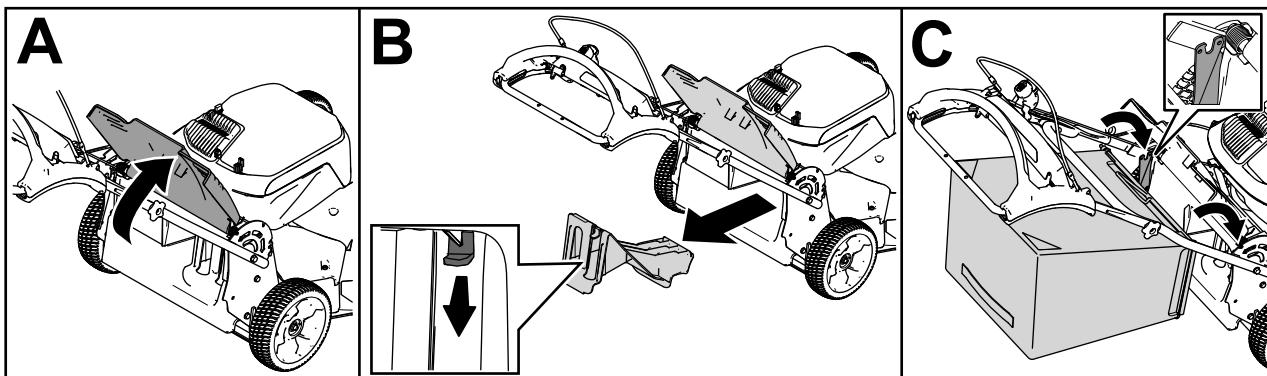

Figura 18
1. Levante y sujetete el deflector trasero (Figura 18, A).
2. Retire el tapón de descarga trasero presionando hacia abajo sobre el enganche con el dedo pulgar y extrayendo del tapón de la máquina (Figura 18, B).
3. Instale la varilla de la bolsa en las muescas de la base del manillar, y mueva la bolsa hacia adelante y hacia atrás para verificar que la varilla está asentada en el fondo de cada muesca (Figura 18, C)